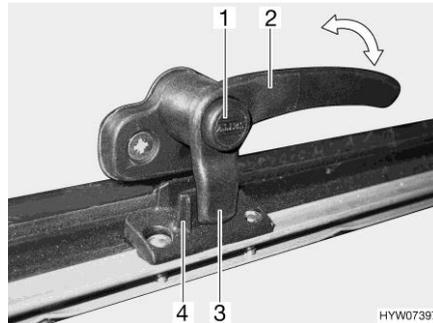
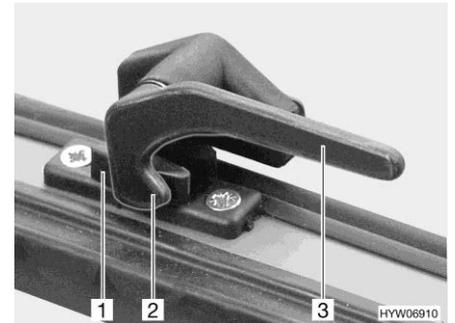

Fig. 118 Levier de verrouillage avec bouton de sécurité en position "Fermé"
Fig. 119 Levier de verrouillage en position "Fermé"
- S'il existe, appuyer sur le bouton de sécurité (Fig. 118,1) et le maintenir enfoncé.
- Tourner tous les leviers de verrouillage (Fig. 118,2 ou Fig. 119,3) d'un quart de tour vers le centre du lanterneau.
- Tourner tous les leviers de verrouillage (Fig. 118,2 ou Fig. 119,3) d'un quart de tour vers le cadre. Le tenon de verrouillage (Fig. 118,3 ou Fig. 119,2) repose sur le côté intérieur du verrouillage du lanterneau (Fig. 118,4 ou Fig. 119,1).
- En position "Fermé" (Fig. 118 et Fig. 119)